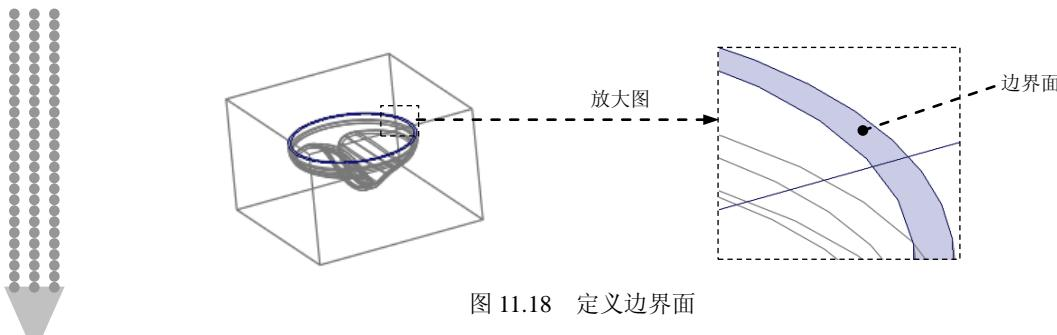
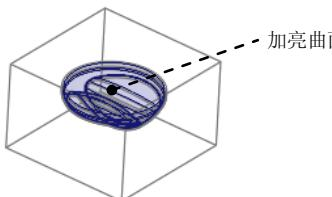

图 11.18 定义边界面
图 11.19 加亮的曲面
(4) 选取“边界面”，操作方法如下。
① 将模型调整到图 11.18 所示的视图方位，按住 Shift 键，先将鼠标指针移至模型中的目标位置，即图 11.18 中的表面（边界面）附近，右击，然后在系统弹出的快捷菜单中选择 **从列表中拾取** 命令。
② 在“从列表中拾取”对话框中选择**曲面:r2(切出)**选项，此时图 11.18 中的端面会加亮，该端面就是所要选择的“边界面”；单击对话框的**确定(①)**按钮。选取完成后，整个模型内表面被加亮，如图 11.19 所示。
(5) 单击**模型**功能选项卡**操作**▼区域中的“复制”按钮
(6) 单击**模型**功能选项卡**操作**▼区域中的“粘贴”按钮，系统弹出**曲面：复制**操控板。
(7) 在系统弹出的**曲面：复制**操控板中单击按钮。